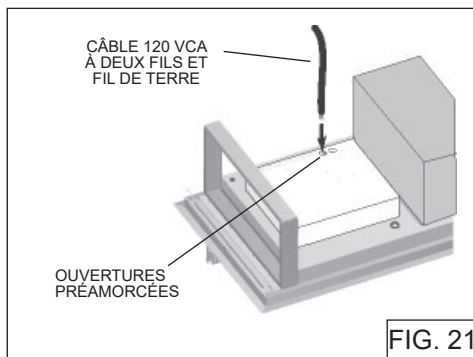

FIG. 21
2. Amener un câble électrique 120 VCA à deux fils plus un fil de mise à la terre près de l'ouverture préamorcée de 3/4 po située à l'arrière de la hotte. Fig. 21.